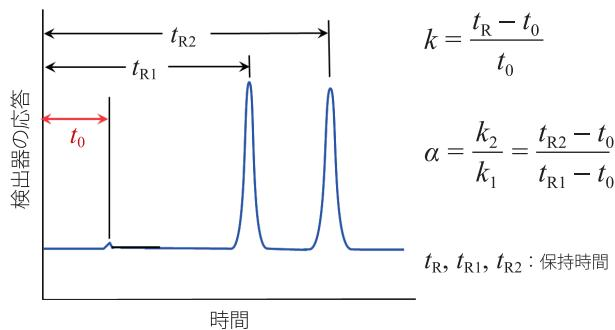

図1 保持係数と分離係数の算出
**A** 「ホールドアップタイム ( $t_0$ )」は、保持係数 ( $k$ )、分離係数 ( $\alpha$ ) などの基本パラメーターの算出に用いるため（図1）、馴染み深いことと思います。